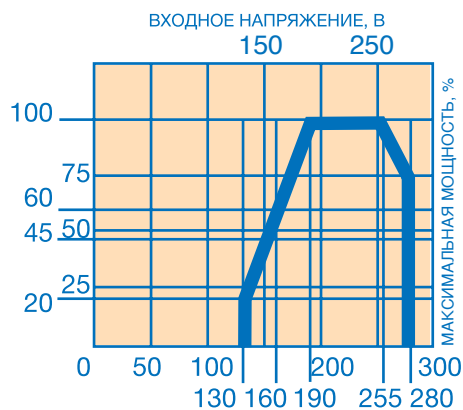

Рис. 2. Зависимость максимальной полной выходной мощности от входного напряжения.
4) Максимальная полная мощность нагрузки в диапазоне входного напряжения 190 В ÷ 255 В, ВА (Рис. 2)
3.3. Общая полная мощность подключаемых к выходной цепи стабилизатора потребителей электроэнергии определяется с учетом зависимости максимальной полной выходной мощности от входного напряжения (Рис. 2) и определенного по пп. 3.2 диапазона входного напряжения.